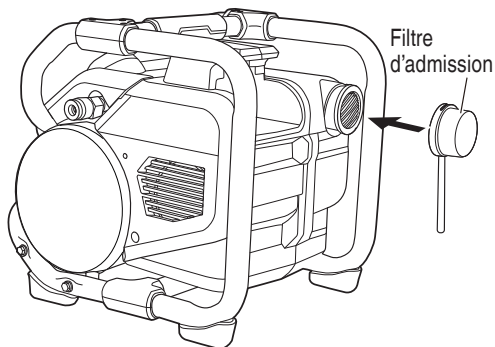

Fig. 6B
- Vérifiez si le capuchon du filtre d'admission est lâche. Si le filtre est lâche, retirez-le, puis réinstallez-le. (Fig. 6B)